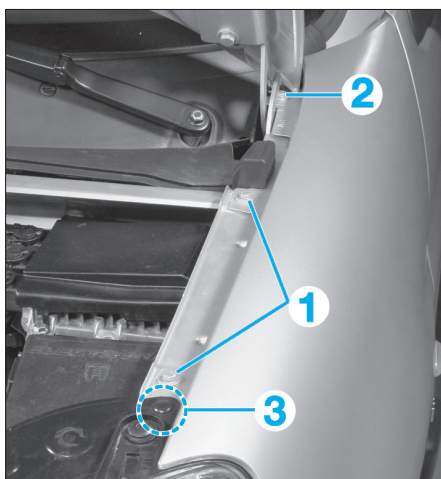

FIG. 13
- Déposer les deux vis (1) (Fig.13).
- Déposer la vis (2).
- Soulever légèrement la façade avant et dégager l'aile de l'indexage de façade avant en (3).